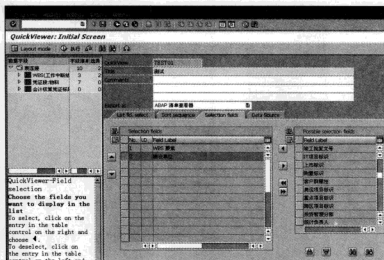

图 12-7 “Selection fields” 视图
STEP 7 再选择“Selection fields”视图, 在这张视图中可以指定选择屏幕上将出现的数据, 如图 12-7 所示。